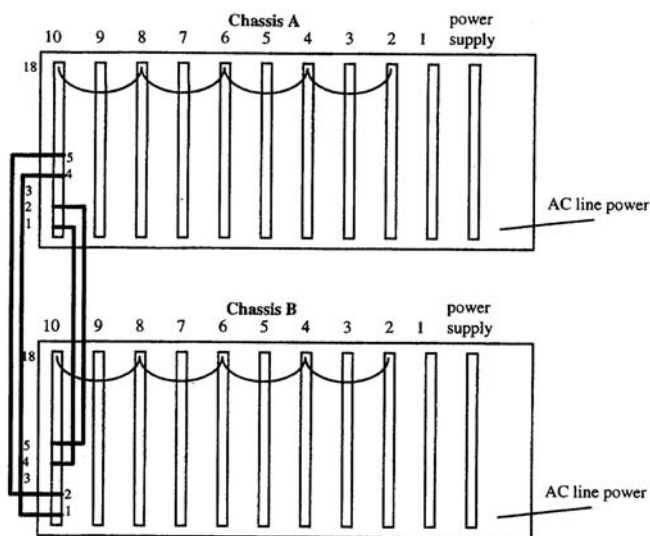

Bild 1: Rückansicht der beiden NIUs; es ist darauf zu achten, daß Kanal A des einen Chassis mit Kanal B des anderen verbunden werden muß.
1. Verdrahten des Data Hiways von Chassis Kanal A, Steckkartenplatz 10 zu Chassis Kanal B, Steckkartenplatz 10. Siehe hierzu Bild 1.